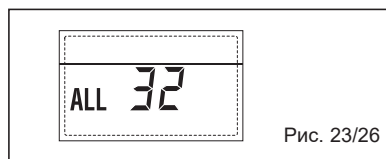

Рис. 23/26
– НЕПОЛАДКА КОММУНИКАЦИИ СХЕМЫ RS-485 В ФОРМАТЕ MODBUS “ALL 33” (Рис. 23/27)